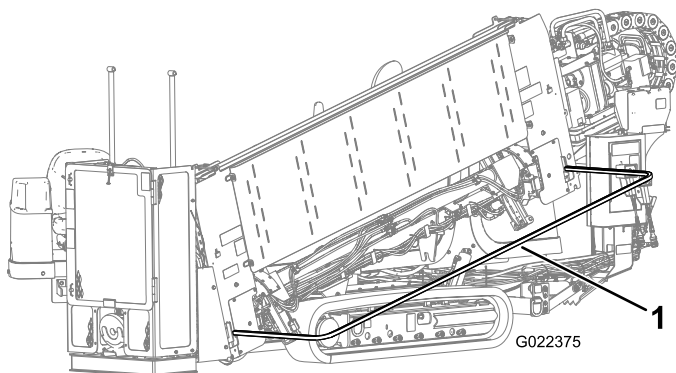

Figura 41
4. Abaixe a barra de segurança de pedestres e fixe-a em sua posição (Figura 41).